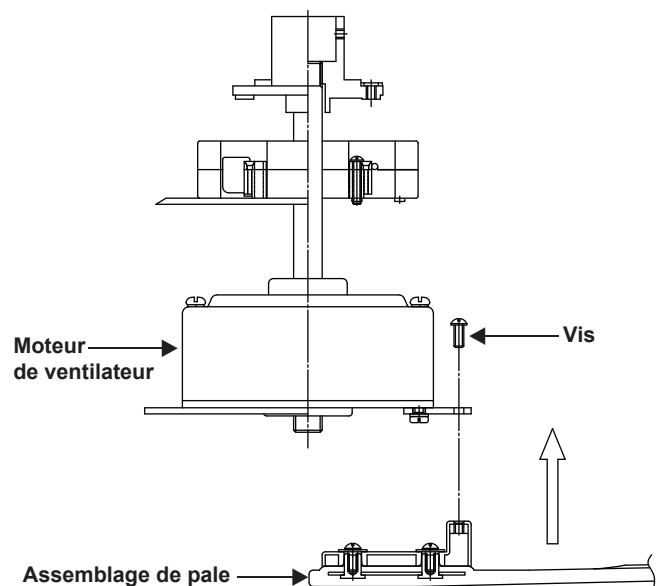

Figure 7
3. Fixez l'assemblage de pale au moteur du ventilateur à l'aide des vis de pales fournies. Serrez chaque vis et assurez-vous que la pale est droite. (Fig. 7)